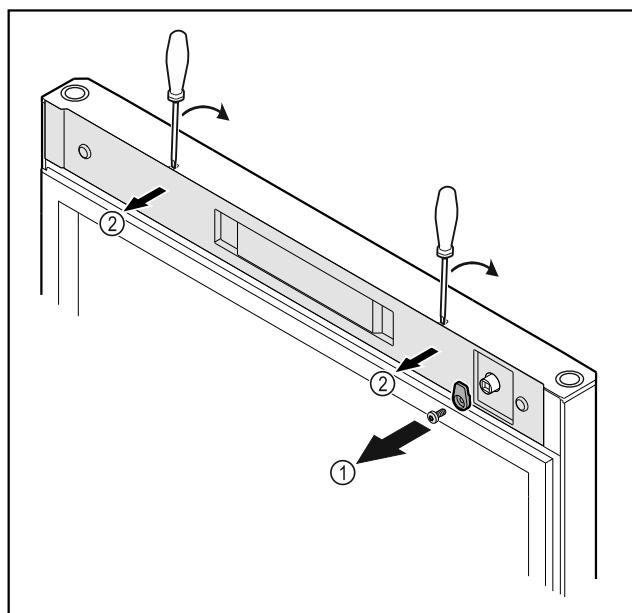

Fig. 16
► Відкрутити запірний гачок *Fig. 16 (1)*.
► За допомогою малої викрутки зніміть з фіксатора кришку *Fig. 16 (2)* і видаліть.